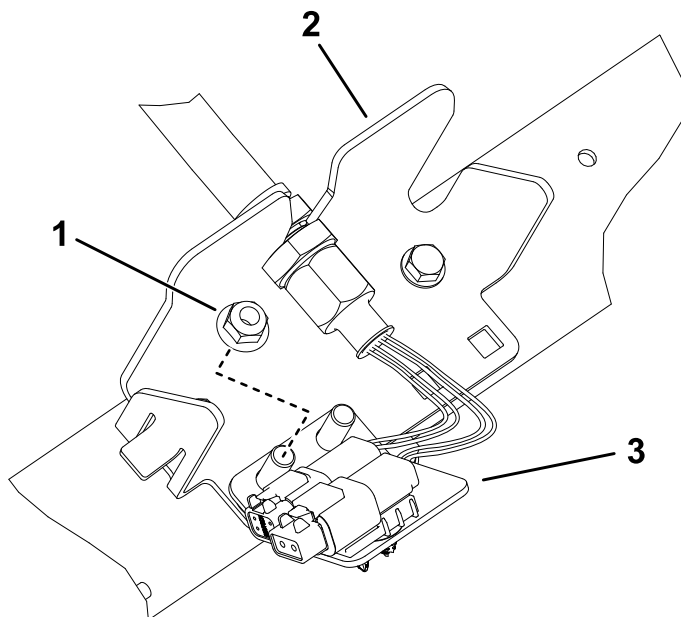

Bild 17
- 6. Wiederholen Sie die Schritte an den restlichen vier Schottstellen, wie in Bild 14 bis Bild 17 abgebildet.